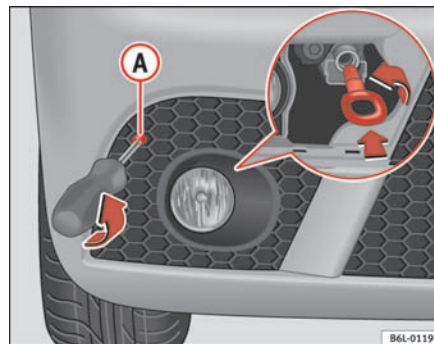

Fig. 166 Slæbøjle foran på bilen
- Skru skruen  ⇒ side 218, fig. 166 ud.